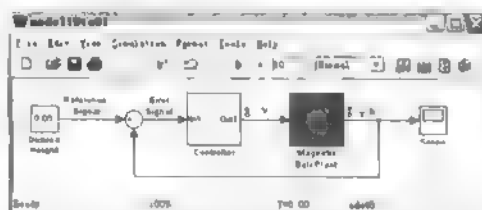

图 15-28 模型亮显
(1) 亮显线性化模块。为确定是否是线性化需要部分，可亮显线性化模块来实现。在 Control and Estimation Tools Manager 窗口中右击 Model 节点处，在弹出的菜单中选择 Highlight Blocks in Linearization 命令，会亮显线性化模块以及其的中子系统模块，如图 15.28 和 15.29 所示。